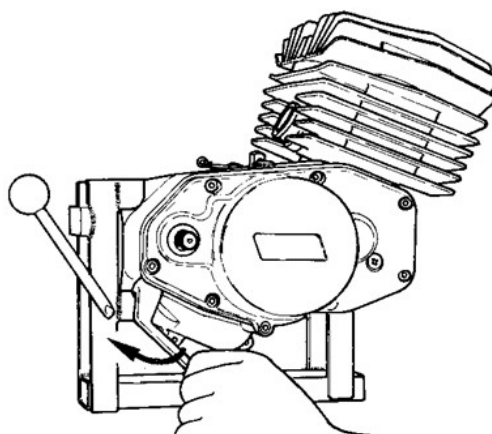

FIG. 15 Rimozione vite
- 9) **RIMUOVERE** la vite arresto scorrevole messa in moto (vedi fig. 15)